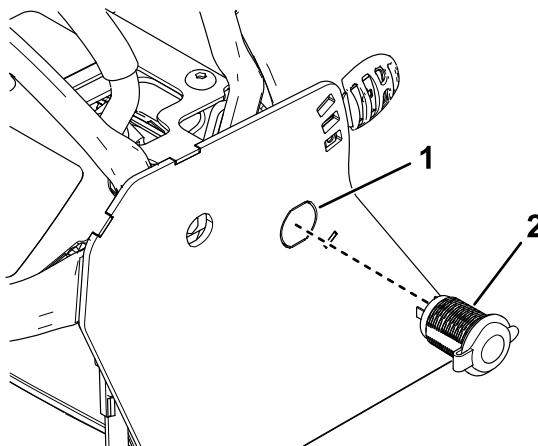

Figura 5
1. Elimine la separación del lado derecho de la máquina (Figura 5).
3. Instale el tomacorriente de 12 V y sujételo con el anillo de fijación (Figura 5).